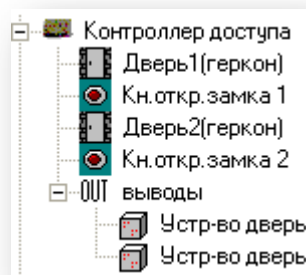

Рисунок 6.13
- Конфигурация **«Две двери с двумя считывателями»** (Рисунок 6.13) позволяет оборудовать системой контроля доступа сразу две двери, используя при этом только один контроллер доступа. Это наиболее экономичное решение, когда необходимо оборудовать системой контроля доступа большой объект.